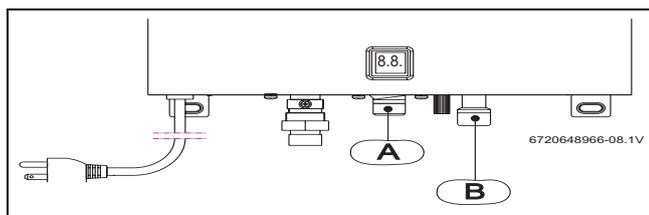

Fig. 13 Ligação da água
- ▶ Identificar a tubulação de água fria (→ Fig. 13, [B]) e de água quente (→ Fig. 13, [A]), de forma a evitar uma possível troca.